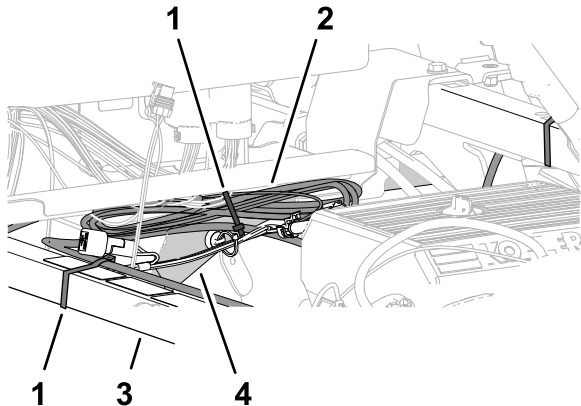

図 212
レームチューブの上に集める 図 212。
2. データハーネスとショックサポートチューブをそろえて、ケーブルタイでチューブに固定する 図 212。
する 図 212。